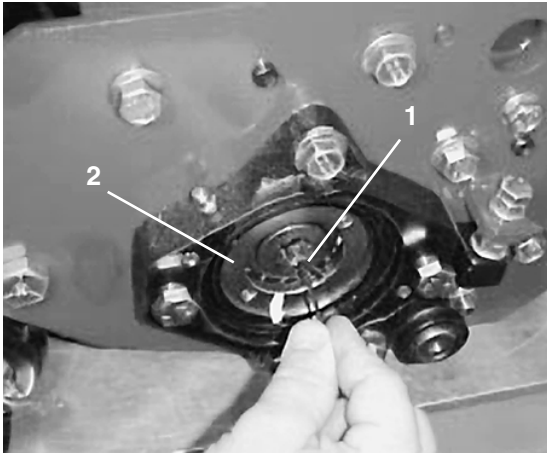

Fig. 23
- A. Allentare la vite di fermo che fissa il dado di regolazione del cuscinetto alla sede del cuscinetto, a sinistra dell'apparato di taglio (Fig. 23).